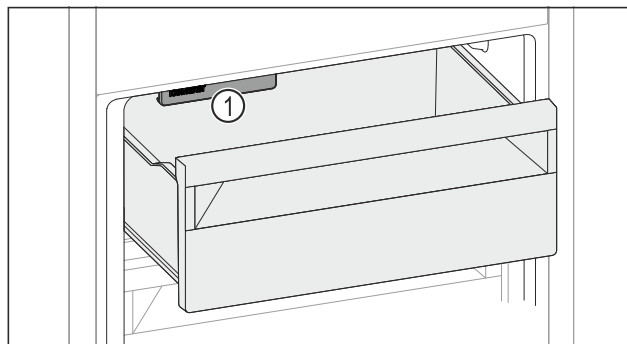

Fig. 168
- ▶ Når du legger matvarer i den venstre siden av skuffen: Ta hensyn til IceMaker Fig. 168 (1).